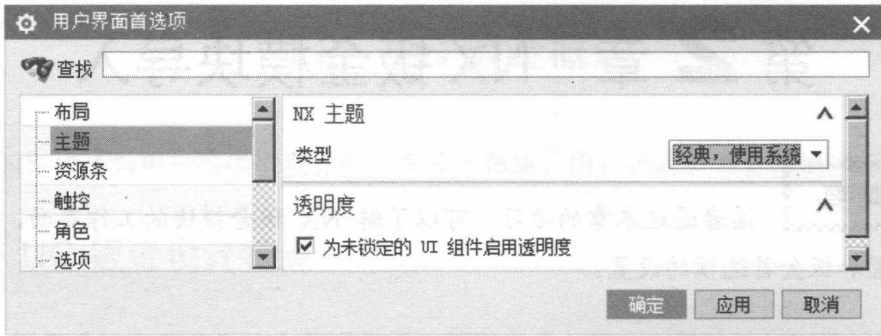

图 2.1.2 “用户界面首选项”对话框
Step2. 选择 **首选项(P)** 命令，系统弹出图 2.1.2 所示的“用户界面首选项”对话框。